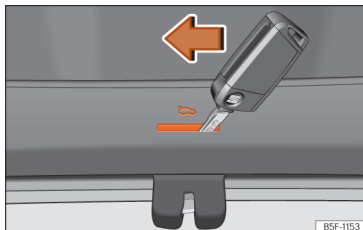

Fig. 106 Particolare del bagagliaio: sblocco di emergenza (modello LEON).
- Introdurre l'inserto della chiave nell'apertura e spostare la chiave nella direzione indicata dalla freccia fino a sbloccare la serratura »» **fig. 106**.